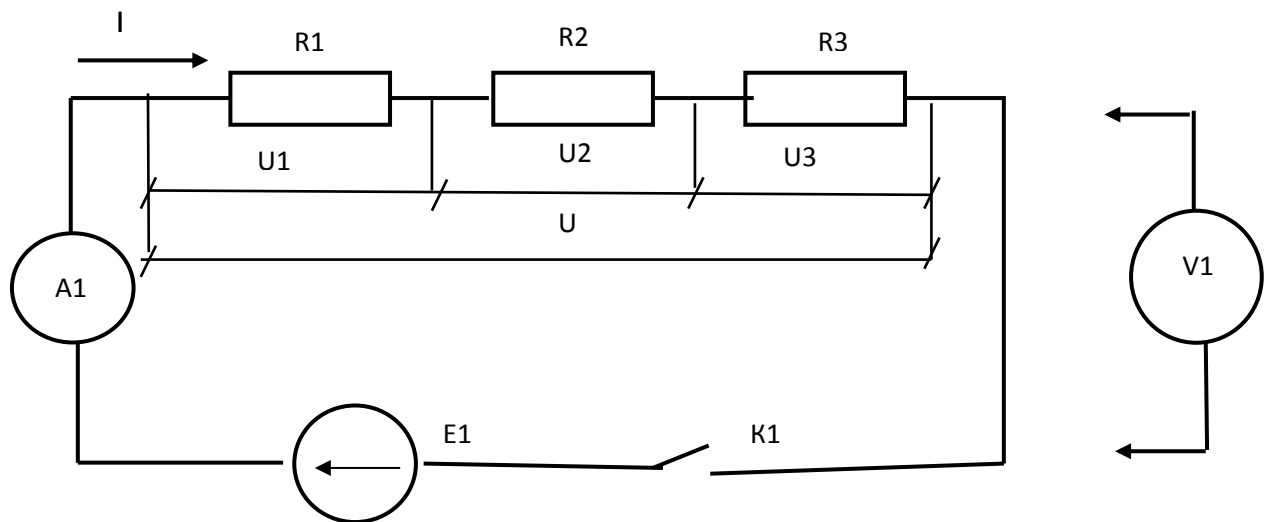

Рисунок 1 Схема последовательного соединения резисторов
Последовательным называется такое соединение, при котором конец первого проводника (сопротивления) соединен с началом второго, а конец второго с началом третьего (рисунок 1) Последовательное соединение сопротивлений увеличивает общее сопротивление электрической цепи, а параллельное - уменьшает его. Общее суммарное сопротивление последовательно включенных сопротивлений равно их сумме:
6.2 Собрать электрическую схему последовательного соединения потребителей электрической энергии (рисунок 1), убедиться в правильности её сборки.